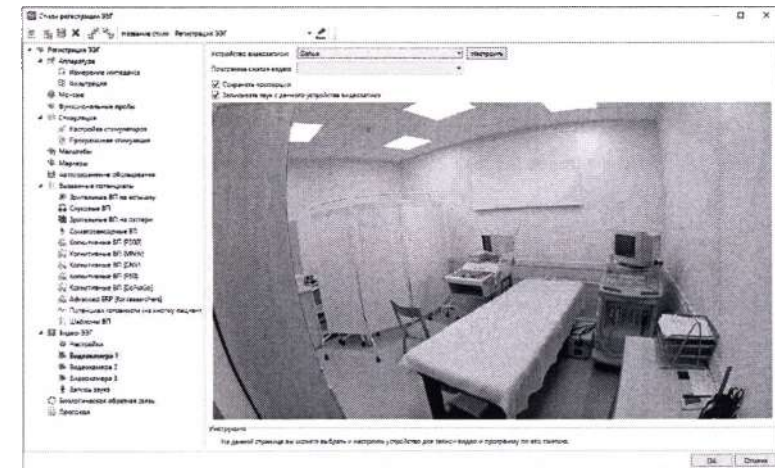

Рис. 14. Выбор устройства видеозаписи
10. Теперь перейдите в раздел настроек «Видеокамера 1» и в выпадающем списке «Устройство видеозаписи» выберите созданную вами в настройках видеочамеры (по заданному имени). Если вы планируете записывать звук со встроенного микрофона, установите соответствующий флажок (рис. 14).